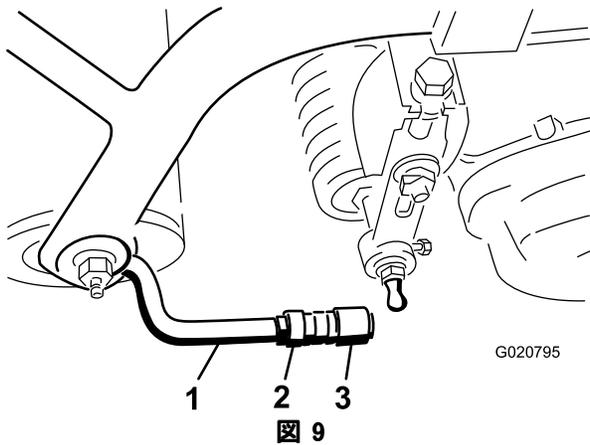

図 9
5. ソケットの開口部とボールスタッドの中心を合わせ、ジャムナットを締めてソケットを固定する (図 9)。